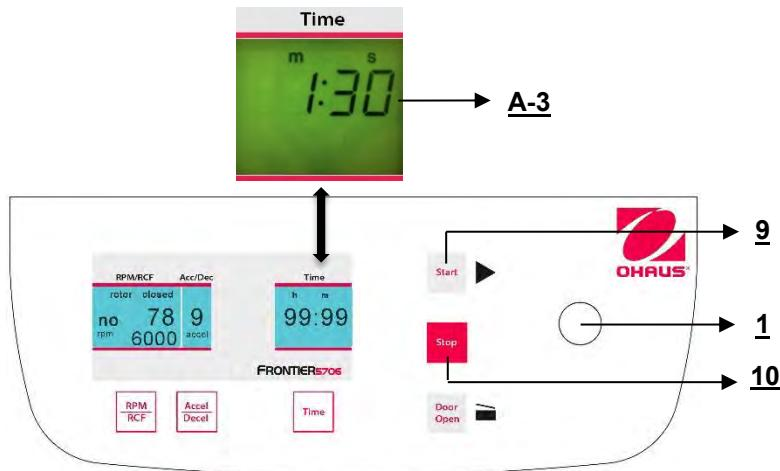

Figura 22
per avviare la centrifuga, accertarsi che il coperchio sia chiuso e quindi premere il tasto "Start" (9), (rif. figura 22). Con il tasto "Start" (9), si possono avviare cicli con i parametri preselezionati manualmente. La centrifuga si arresterà automaticamente quando è terminato il tempo di funzionamento preselezionato, oppure si può interrompere ogni ciclo con il tasto "Stop" (10).